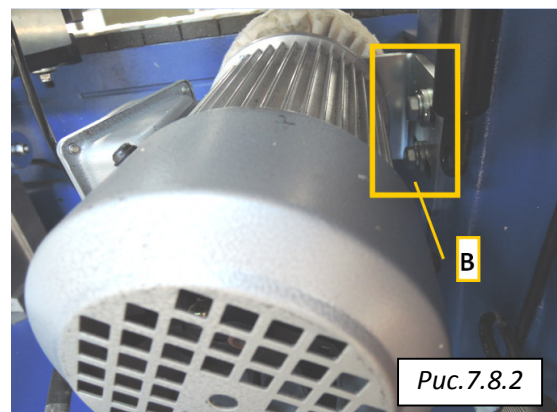

Рис.7.8.2
2. Ослабьте стопорный винт **B** (Рис. 7.8.2)
Установите узел в нужное положение и/или наклоните его. После этого затяните винт **B** (Рис. 7.8.2)